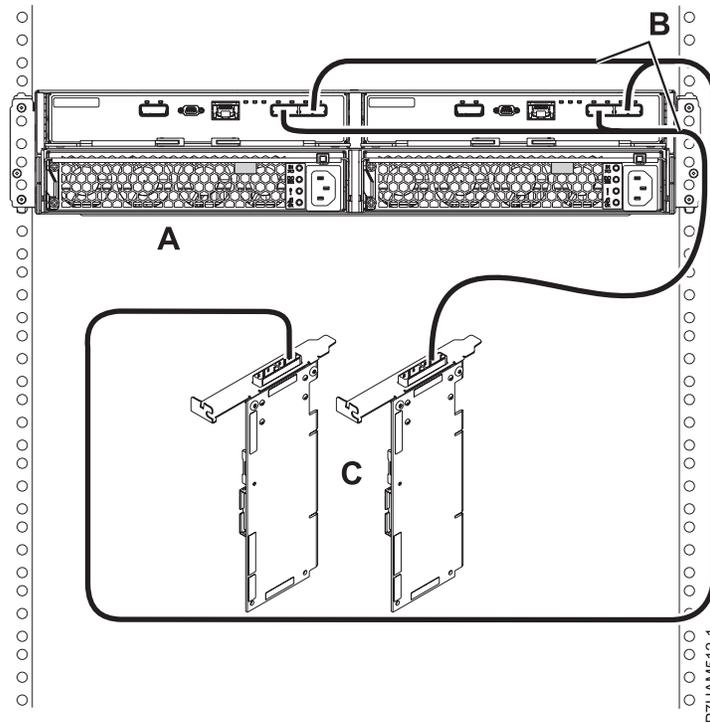

Figure 37. Mode 1 de connexion d'un boîtier d'unité de disque 58/87 via des câbles YO à une paire d'adaptateurs SAS
11. Effectuez la connexion de mode 1 d'un boîtier d'unité de disque 58/87 (A) via des câbles YO (B) vers une paire d'adaptateurs SAS (C), comme illustré dans la figure 37, à la page 73.
- Chaque adaptateur SAS de la paire (C) peut accéder aux 24 baies d'unité.